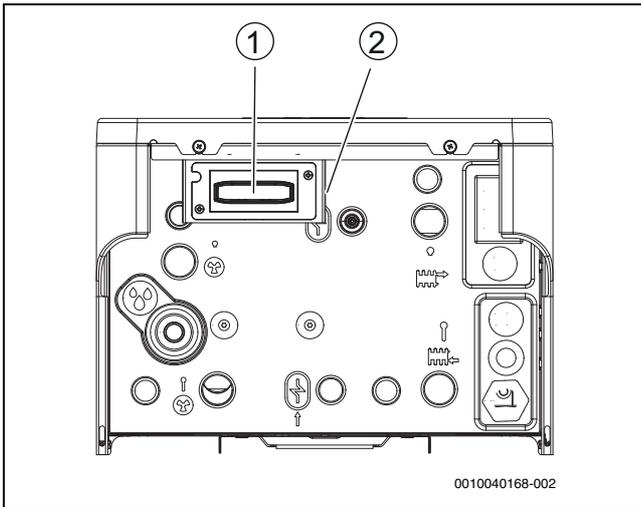

Bild 12 Connect-Key-Platzierung
1. Hebel ausklappen (→ [2], Abb. 12).
2. Modul in den Halter einsetzen (→ [1], Abbildung 12).